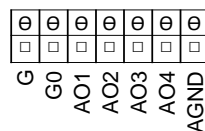

Fig. 3 Schéma de raccordement
5. Raccordez les câbles aux bornes conformément au schéma de raccordement Fig. 3
Pour accéder aux bornes, il suffit de tourner le couvercle. Raccordez les câbles conformément au Fig. 3 Schéma de raccordement ci-dessous.